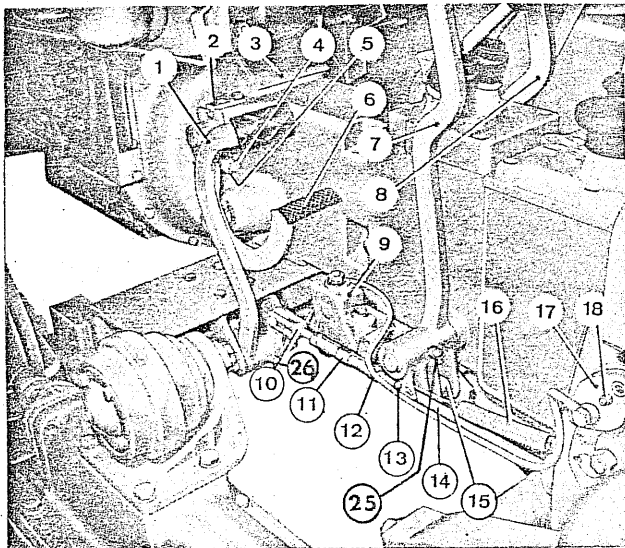

Fig. 7
8.1 -FRIZIONE CENTRALE (fig. 7 e 8)
8.2 -FRIZIONI DI STERZO (fig. 7)